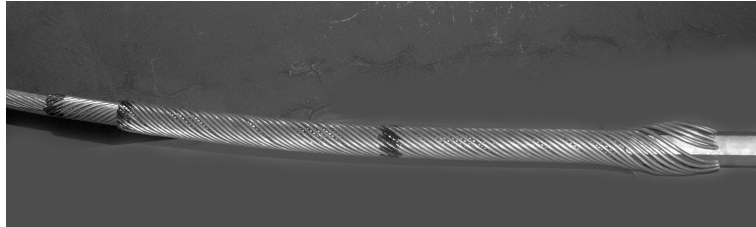

Рис.2. Ремонтный протектор, смонтированный поверх выравнивающего повива и заходящий на хвостовик пресуемого зажима.
4.2. Монтаж ремонтного протектора (см. рис.2)